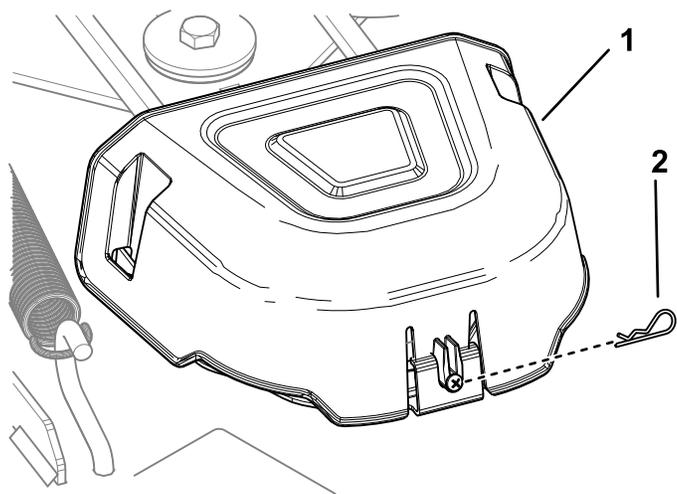

図 53
4. ヘアピンコッターを外し、プーリカバーについているタブを押し込んでカバーを外す 図 53。